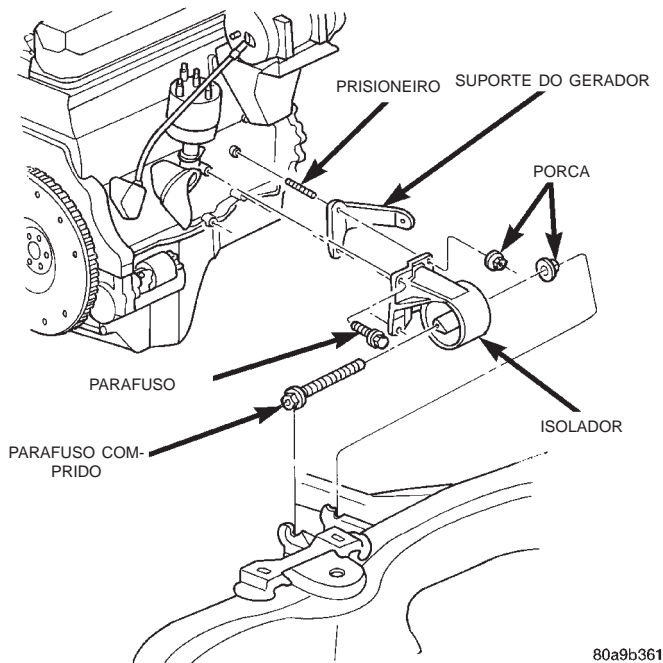
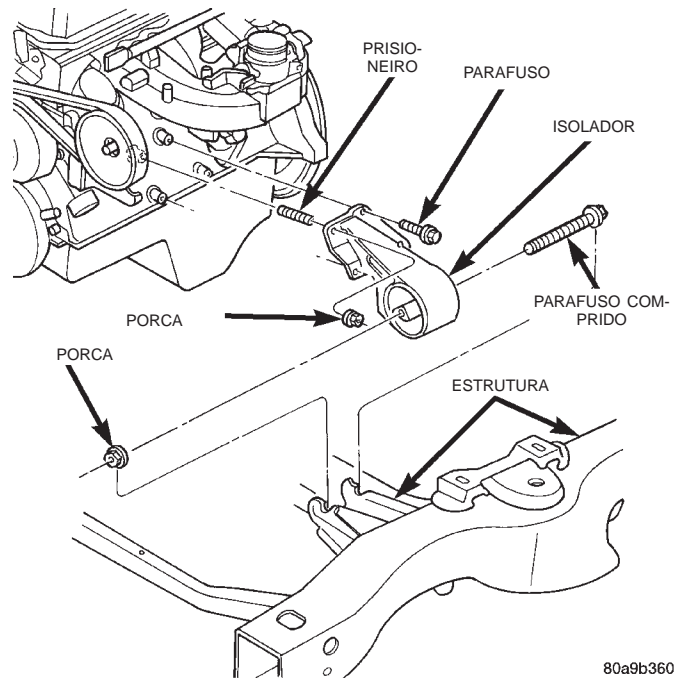

Fig. 25 Conjunto Dianteiro Direito de Montagem do Motor
Fig. 26 Conjunto Dianteiro Esquerdo de Montagem do Motor
- (1) Desconecte o cabo negativo da bateria.
- (2) Levante o veículo.
- (3) Sustente o motor.
- (4) Remova o parafuso comprido e a porca.
- (5) Suspenda o motor para permitir folga quando remover o isolador.
- (6) Remova os parafusos de fixação que prendem o conjunto do isolador ao bloco do motor.
- (7) Remova o conjunto do isolador (Fig. 25) (Fig. 26).